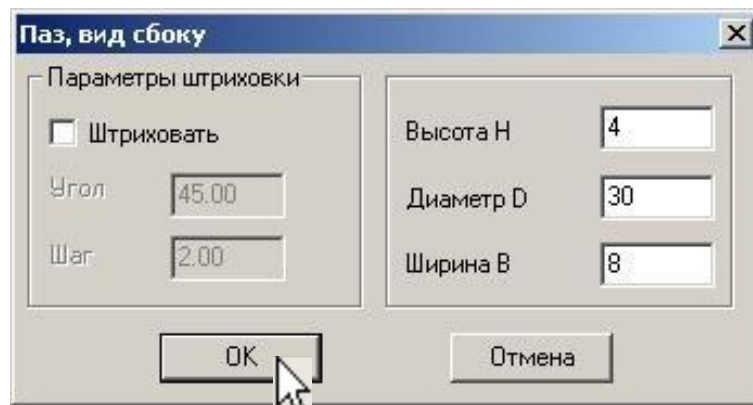

Рис. 20
14. Выполните разрез Г-Г. Откройте **Прикладную библиотеку КОМПАС**, находящуюся в разделе **Прочие**. Выберите **Паз, вид сбоку** в разделе **Геометрические фигуры** и установите параметры паза согласно рис. 20.